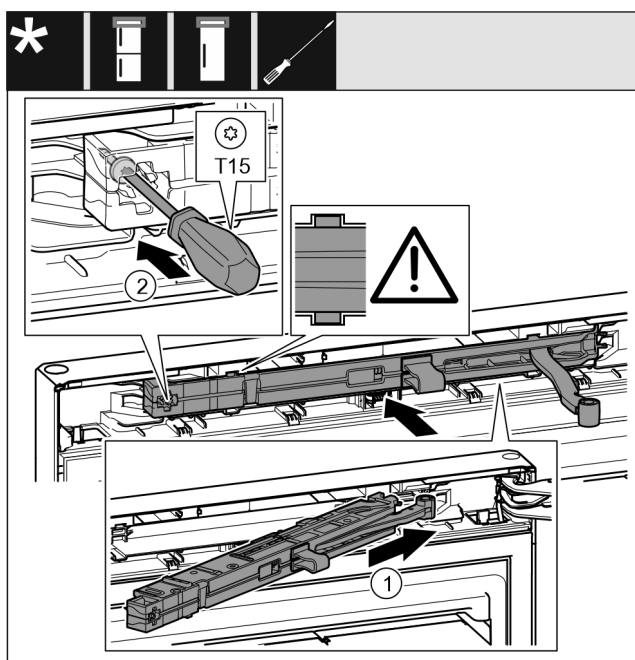

Fig. 20
- ▶ Introduire à fond l'amortisseur de fermeture du côté du support de palier dans la rainure en l'inclinant. Fig. 20 (1)
- ▶ Serrer la vis avec un tournevis T15. Fig. 20 (2)